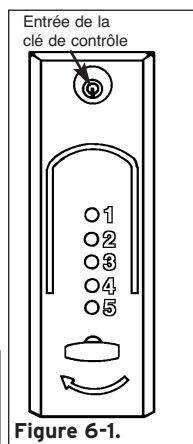

Figure 6-1.
- 1) Insérer la clé de contrôle dans la serrure et la tourner à 90° vers la droite (en sens horaire) en position horizontale (**voir Figure 6-1**) pour déverrouiller le boîtier de serrure.